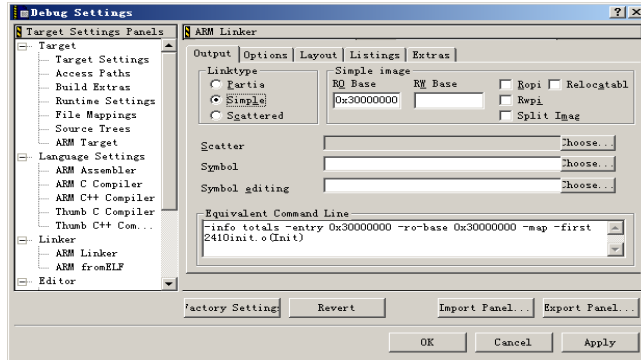

图 2-13 填写程序代码存放的起始地址
(5) 单击“ARM linker”选项，在“Output”选项卡中设定程序的代码段地址，以及数据使用的地址，如图 2-13 所示。图中的“RO Base”栏中填写程序代码存放的起始地址，“RW Base”栏中填写程序数据存放的起始地址。该地址是属于 SDRAM 的地址。